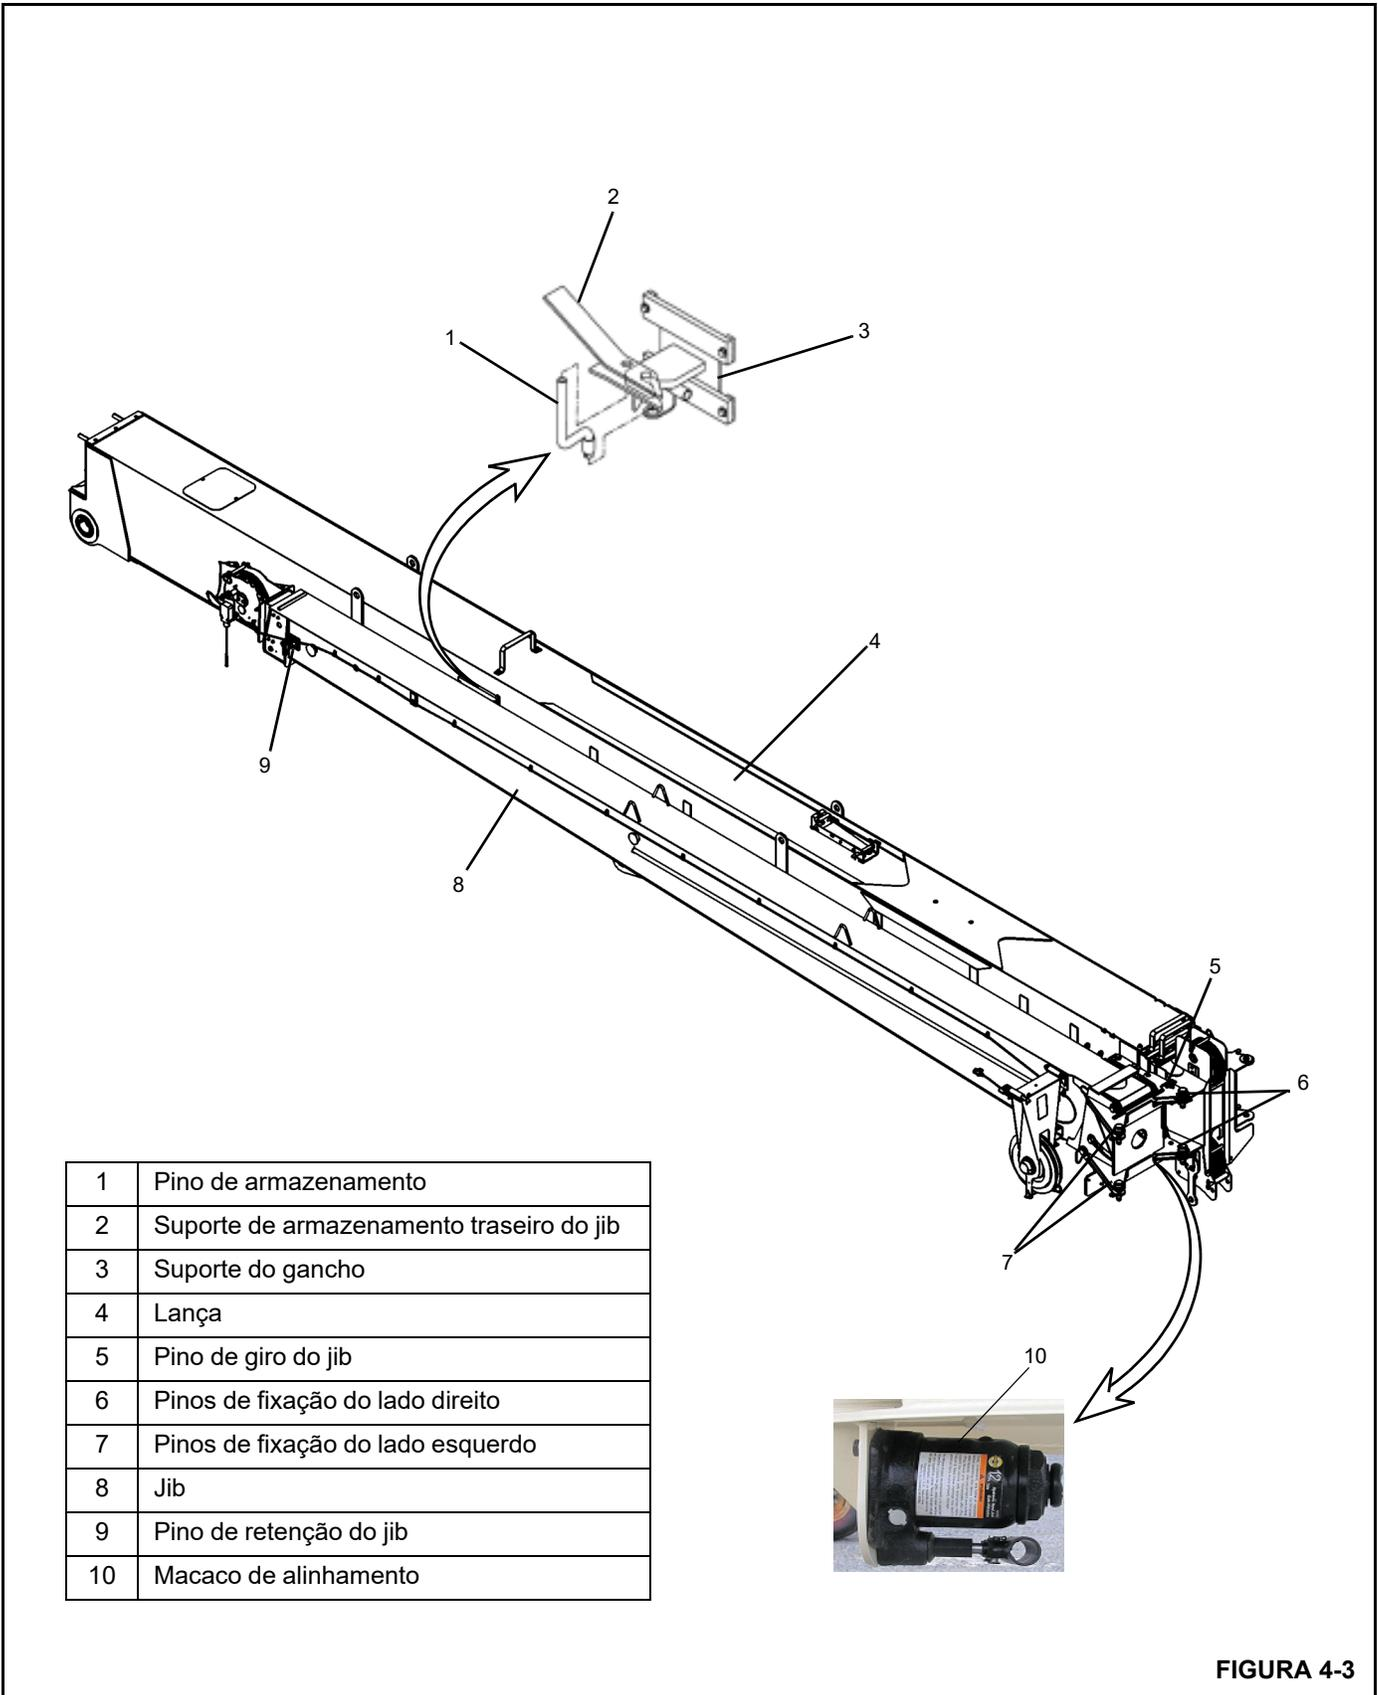
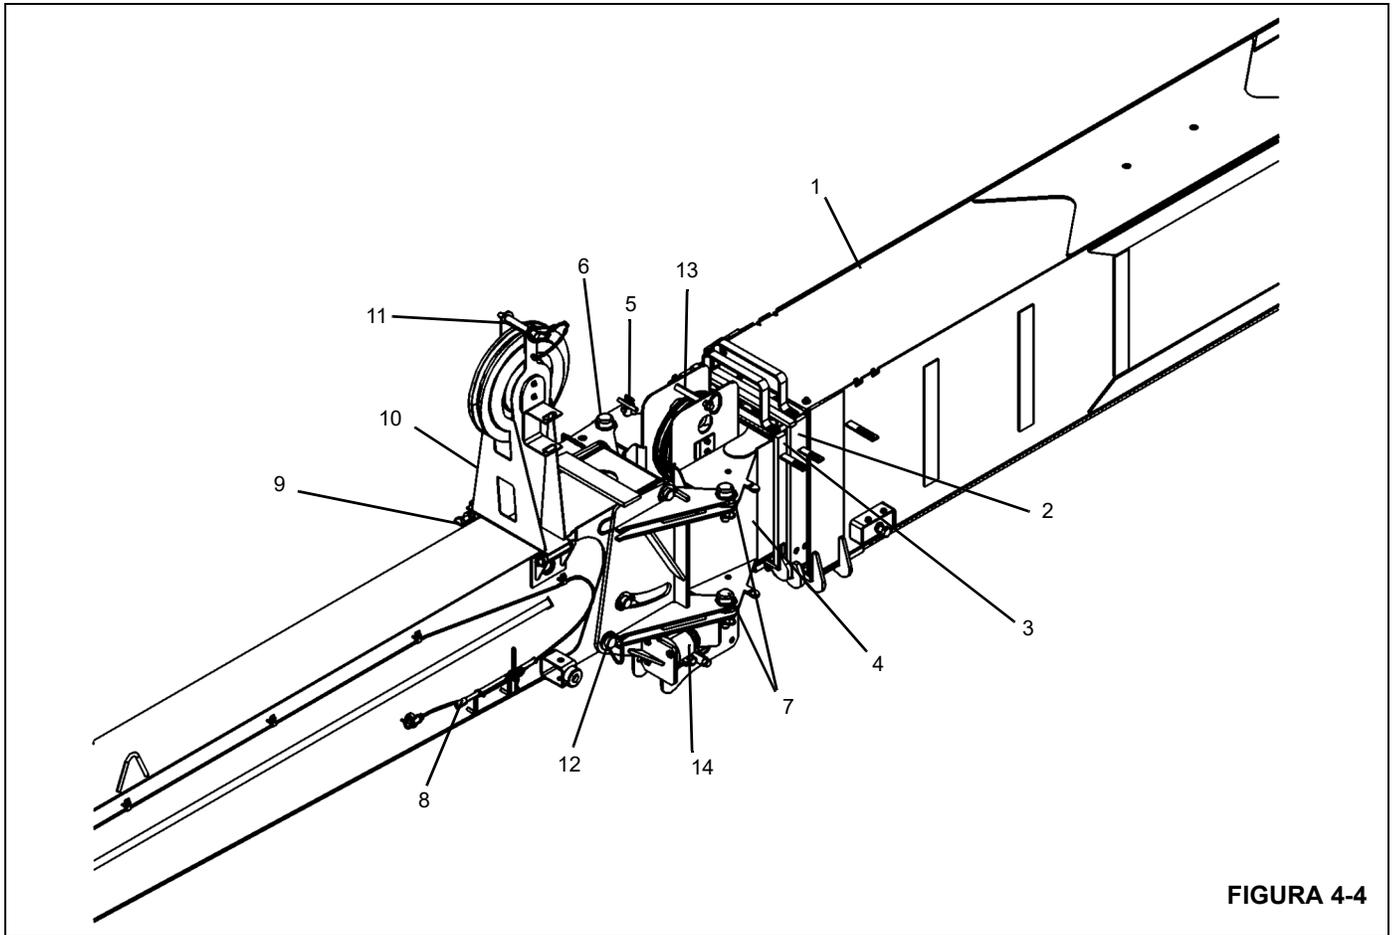

FIGURA 4-3
FIGURA 4-4
6. Verifique se o jib está armazenado corretamente (Figura 4-3):
- a. A remoção dos pinos de fixação do lado direito (6), sem a devida instalação do pino de retração (1) e do pino de giro do jib (5), pode permitir a queda do jib.
- b. Estender a lança com o jib retraído e não remover os pinos de fixação do lado direito (6) pode danificar a unidade ao estender.
7. Gire a extensão da lança para a posição de trabalho ou de retração apenas quando a lança estiver na posição horizontal, o pino de retração (1, Figura 4-3) e o pino de giro do jib (5) estiverem removidos e os pinos de fixação do lado direito (6) estiverem instalados. O jib pode girar sem de forma incontrolável se a lança não estiver na posição horizontal.
12. Não estenda/retraia a lança, a não ser que ela esteja na posição horizontal, quando o pino de retração (1, Figura 4-3) e o pino de giro do jib (5) estiverem removidos durante os procedimentos de retração e de retirada da retração.
1. O pino de retenção do jib (9, Figura 4-3) sempre deve estar instalado durante a operação.
3. A seção extensível pode deslizar para fora do jib da 1ª seção quando o pino (9, Figura 4-3) estiver removido. Mantenha o pessoal afastado da área.
2. Usando a função de elevação, abaixe a lança de forma que os pinos de fixação (6 e 7, Figura 4-3) possam ser facilmente acessados do solo.
4. Instale os pinos de fixação do lado direito (6, Figura 4-3) nos olhais superior e inferior do jib e fixe-os com grampos de mola. Esses pinos são usados como um ponto de pivô para girar o jib até a posição acionada.
5. Localize a posição retraída dos pinos de fixação (7, Figura 4-3). Se nos furos do acessório do jib ou nos furos do jib da caixa de polias da lança, remova os pinos do local de armazenamento.
6. Remova o pino de giro do jib (5, Figura 4-3) do olhal superior do jib.
7. Remova o pino de retração (1, Figura 4-3), retraia no suporte do gancho (3) e prenda com grampo de mola.
10. Usando a função telescópica, estenda lentamente a lança aproximadamente 30 cm (12 pol.). Este procedimento puxará o jib para fora do suporte do gancho (3, Figura 4-3).
12. Instale o pino de fixação superior esquerdo (7, Figura 4-3) e o grampo de mola. Pode ser necessária uma leve martelada para instalar os pinos. Sempre use uma proteção adequada para os olhos nesta etapa.
13. Use o macaco de alinhamento (10, Figura 4-3) para alinhar o pino de fixação inferior do lado esquerdo (7, Figura 4-3).
- a. Remova a alavanca do macaco (8, Figura 4-4) do suporte de retração da lança e verifique se a válvula de liberação do macaco está fechada.
- b. Estenda o macaco de alinhamento (10, Figura 4-3) de forma que os furos do pino inferior esquerdo (7, Figura 4-3) estejam alinhados.
- c. Instale o pino de fixação inferior esquerdo (7, Figura 4-3) e o grampo de mola.
- d. Abra a válvula de liberação do macaco e retraia o macaco (10, Figura 4-3).
18. Instale o pino de giro do jib (5, Figura 4-3) e o grampo de mola nos olhais do jib.
19. Para jibs extensíveis manualmente, puxe o pino de retenção de extensão (9, Figura 4-3) e estenda a segunda seção para fora puxando-a pela caixa de polias. O jib da segunda seção, à medida que é estendido, atingirá um batente mecânico que permite a instalação do pino de retenção do jib (9, Figura 4-3). Instale o pino (9) e o grampo de mola.
- Ambos os pinos (6, Figura 4-3) nos furos superior e inferior do jib corretamente instalados, passando pelos furos correspondentes na ponta da lança.
1. Usando a função de elevação, abaixe a lança de forma que os pinos de fixação laterais (6 e 7, Figura 4-3) possam ser facilmente acessados do solo.
2. Jib de duas seções - Para jibs extensíveis manualmente, puxe o pino de retenção do jib (9, Figura 4-3) e retraia totalmente a 2ª seção extensível para dentro do telescópio 1. A retração da 2ª seção pode ser facilitada conectando um terminal com cunha de cabo de carga à extremidade do jib. Ative lentamente a função de elevação do guincho até que a 2ª seção esteja totalmente retraída.
3. Jib de duas seções - Reinstale o pino de retenção do jib (9, Figura 4-3) através dos conjuntos dos jibs da 1ª e 2ª seções e instale o grampo de mola.
7. Remova os grampos de mola dos pinos de fixação do lado esquerdo (7, Figura 4-3 e Figura 4-4) nos olhais superior e inferior do jib.
8. Remova o pino de giro do jib (5, Figura 4-3) da extremidade da lança.
9. Remova os pinos de fixação do lado esquerdo (7, Figura 4-3 e Figura 4-4) dos olhais superior e inferior do jib. Não remova os pinos de fixação do lado direito (6) neste momento. Os pinos de fixação do lado direito (6) serão usados como um ponto de pivô para girar o jib para a posição retraída. Pode ser necessária uma leve martelada para remover os pinos.
12. Usando o cabo de apoio conectado à caixa de polias do jib, gire lentamente o jib até a posição retraída (paralela com a lança telescópica 1). Os pinos de fixação do lado direito (6, Figura 4-3) são os pontos de pivô do jib durante esta operação.
13. Instale o pino de giro do jib (5, Figura 4-3) com o grampo de mola através do olhal do jib e dos furos da caixa de polias da lança. Esse pino manterá o conjunto do jib alinhado (paralelo) à lança da 1ª seção.